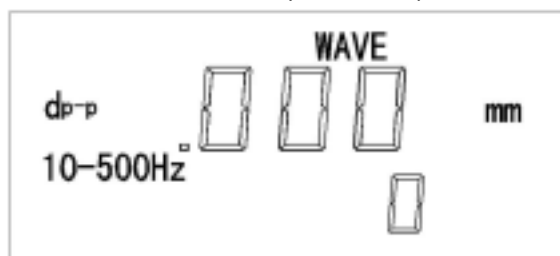

图 3-6
3. 按 A.V.D 键调整直到变为测量位移方式,见图 3-6;